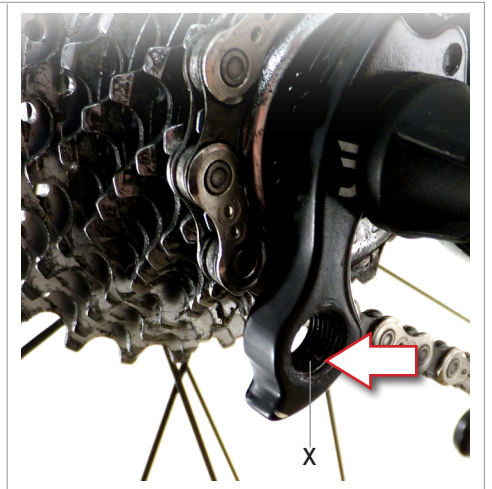

Abb.2
- Das Gewinde am Schaltauge des rechten Ausfallendes (X - Abb. 2) mit einem Gewindeschneider M10x1 nachschneiden.